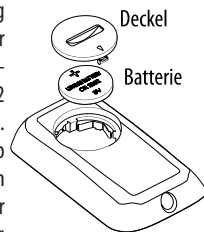

Abb. 1
- Für das Auswechseln der Batterien die Batterieabdeckung durch Drehen entfernen. Batterie auswechseln und dabei auf die korrekte Positionierung der Pole achten (siehe Abbildung 1).